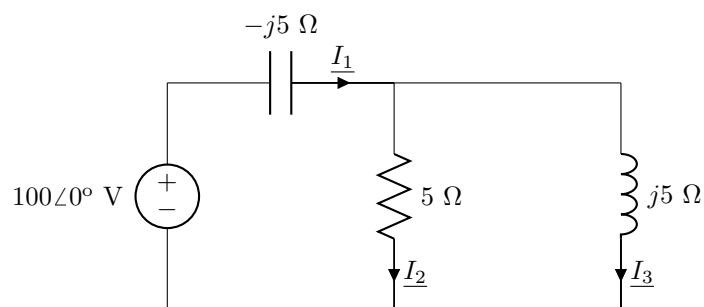

Figura 4.7: Circuito del problema 35.
35. Para el circuito de la figura 4.7 encuentra en el dominio de la frecuencia: a)  $\underline{I}_1$ ; b)  $\underline{I}_2$ ; c)  $\underline{I}_3$ .